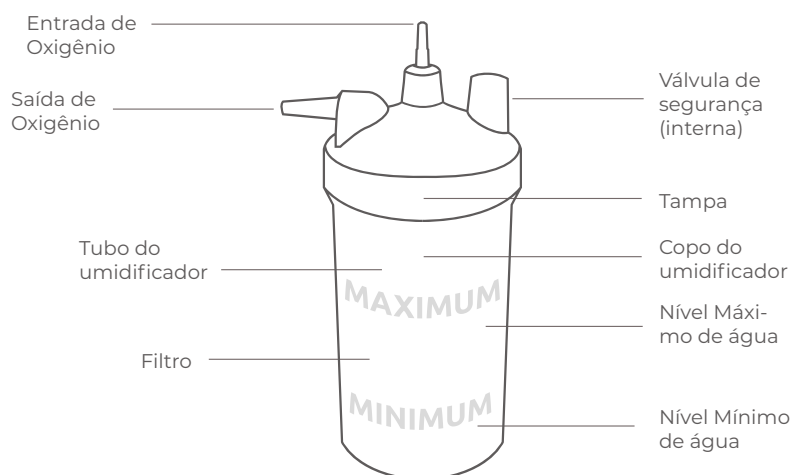

Figura 4: componentes do umidificador
1. Desrosqueie a tampa do copo do umidificador, girando-a em sentido horário. Encha o copo com água filtrada ou fervida (ou destilada) até um nível entre o máximo e mínimo. NÃO encha o copo do umidificador acima do nível máximo. (Figura 4)